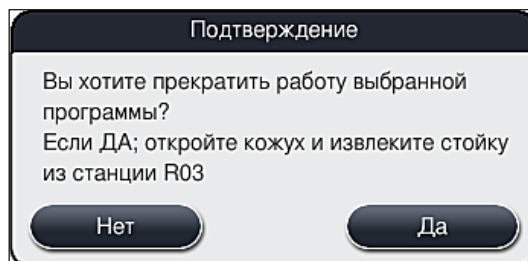

Рис. 91
5. В следующем информационном сообщении (→ "Рис. 91") подтвердите завершение программы нажатием кнопки **Да** или вернитесь к индикатору статуса процесс нажатием кнопки **Нет**.
Строго следуйте информации в сообщении (→ "Рис. 91").